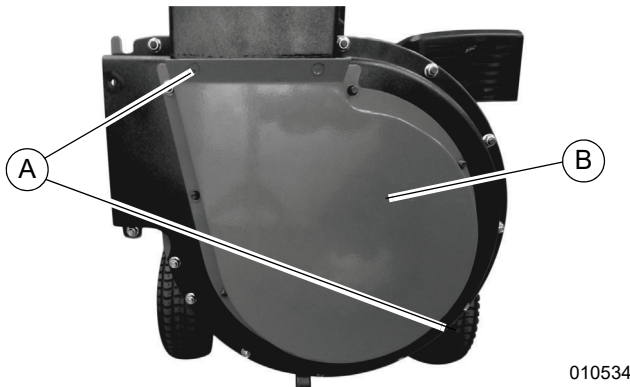

Figura 2-4. Retiro de las tuercas de envío
1. Consulte la Figura 2-4. Retire las dos tuercas de envío (A) que fijan la carcasa del molino de martillos (B) a la unidad de potencia con una llave de 1/2 pulg. Deseche las tuercas de envío.